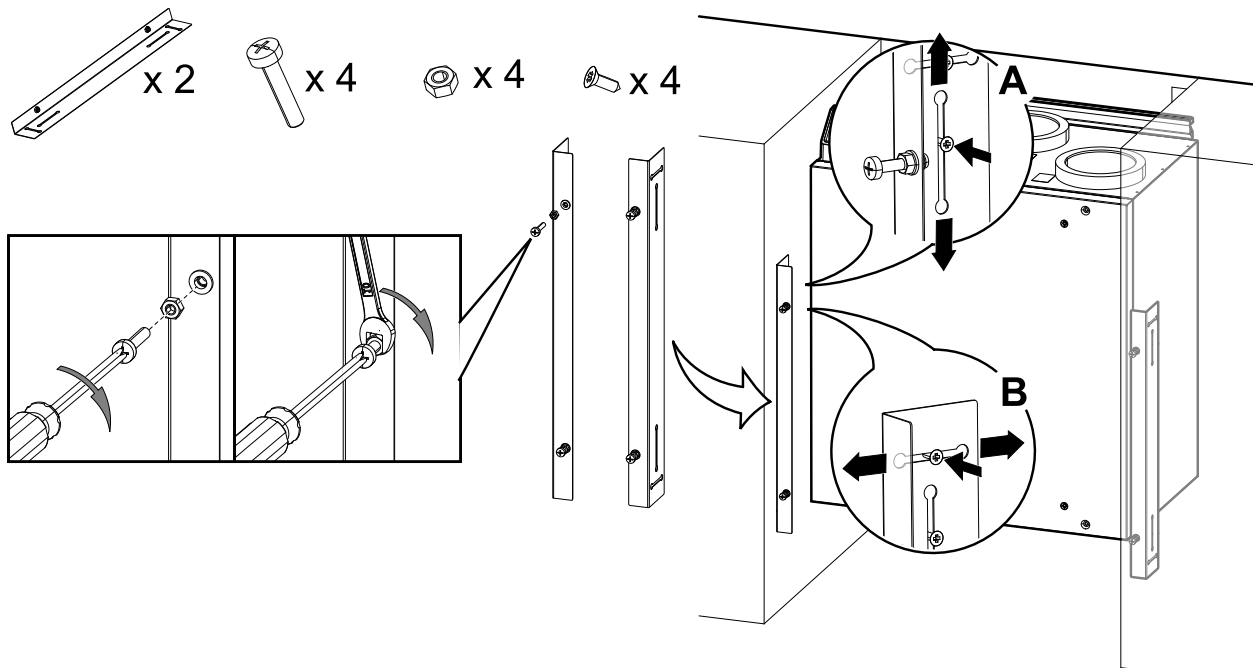

Bild 22 Die Installation der Schrauben und Halterungen
1. Vier M6-Schrauben in die Gewindeeinsätze am Gerät montieren und mit Sechskantmutter sichern (Abbildung 22). Der Abstand der Schrauben kann nachträglich justiert werden.
Die Halterungen sind vertikal (Abbildung 22, A) und horizontal justierbar (Abbildung 22, B). Richten Sie die Halterungen an der Unterseite des Gerätes aus. Ziehen Sie die Schrauben nach dem Einstellen der Halterungen fest an.